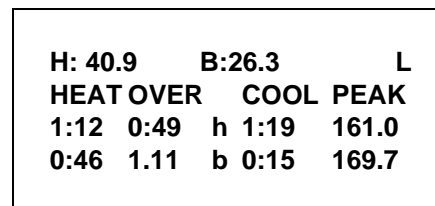
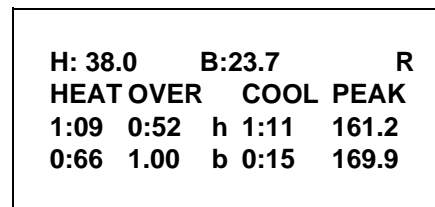

Abbildung 224
Abbildung 225
Auf der zweiten und dritten Anzeige erscheinen die aufgezeichneten Vorratsbecken- und Gefrierzylindertemperaturen für beide Seiten des Gerätes. Die zweite Anzeige bezieht sich auf die linke Geräteseite (L). (Siehe Abbildung 224.) Die dritte Anzeige bezieht sich auf die rechte Geräteseite (R). (Siehe Abbildung 225.)